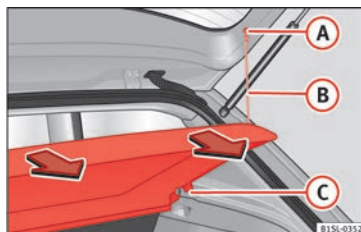

Fig. 137 Dans le coffre à bagages : Dépose et repose de la plage arrière.
- Décrochez les tirants » **fig. 137 (B)** de leurs logements **(A)**.